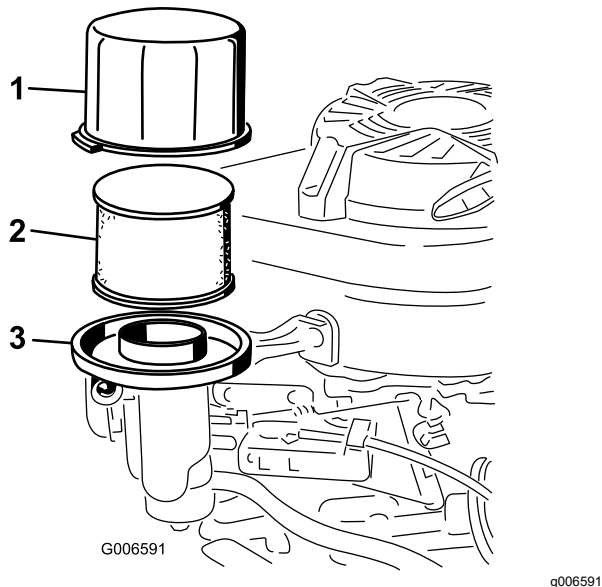

Figura 27
3. Retire la tapa y límpiela a fondo (Figura 27).
4. Retire el prefiltro de gomaespuma y el filtro de papel (Figura 27).
5. Retire el prefiltro de gomaespuma del filtro de papel (Figura 27) y sustituya el filtro de papel si está excesivamente sucio.